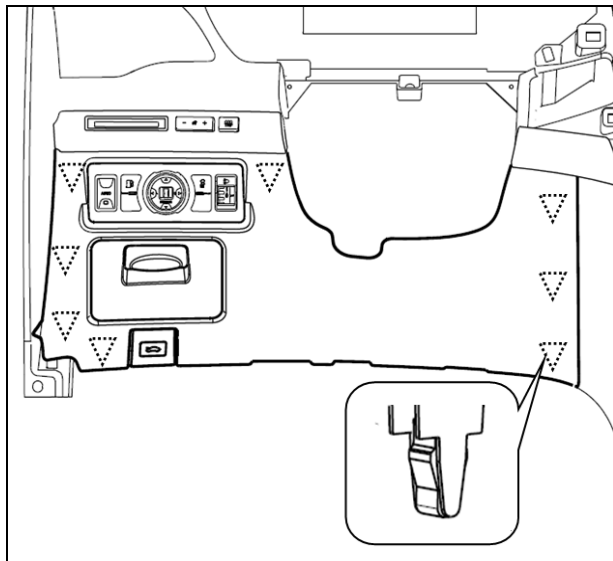

图1-1-5-1 左下护板组件安装点位置示意图
- (1) 用头部缠绕柔性胶带（或其它柔性产品）的一字螺丝刀小心撬起图1-1-5-1所示所有卡扣安装点；
- (2) 当所有卡扣都脱开时，从上到下依次拆除小面板上的电器接插件和引擎盖拉索，最后取下左下护板组件。